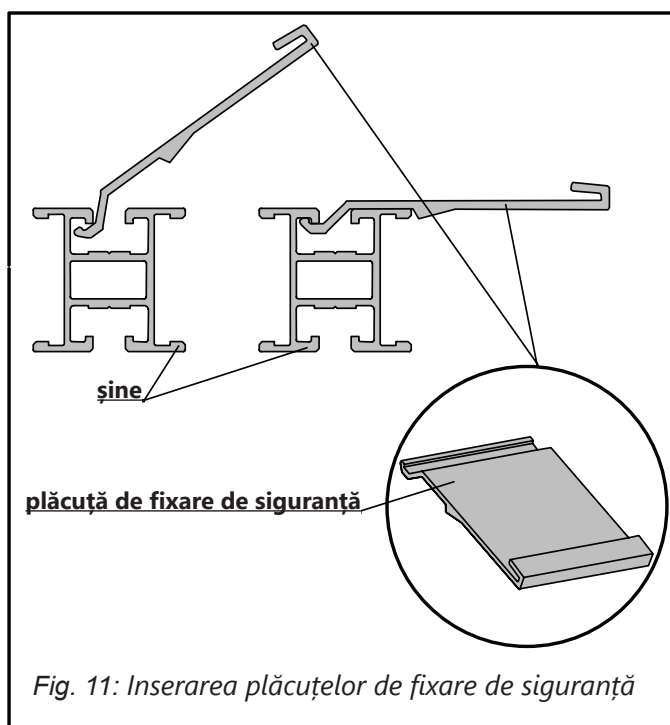

Fig. 11: Inserarea plăcuțelor de fixare de siguranță
- Insetați plăcuțele de fixare de siguranță (Fig.11) pe șina inferioară, două plăcuțe per panou